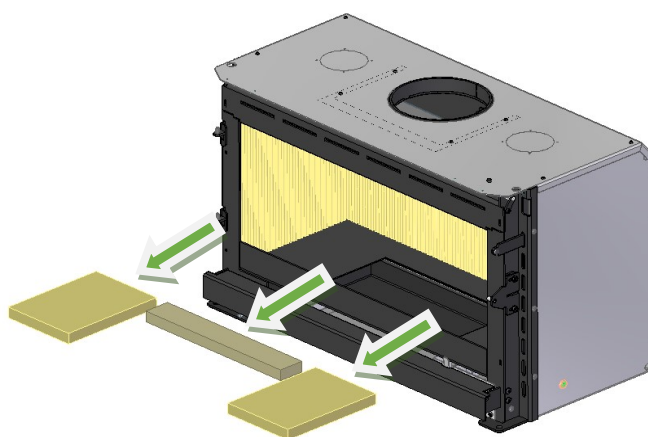

Figure 40 – Démontage du fond de vermiculite
2. Retirez les 3 morceaux de vermiculite du fond en les déplaçant vers le haut et en les retirant de l'équipement, Figure 40.